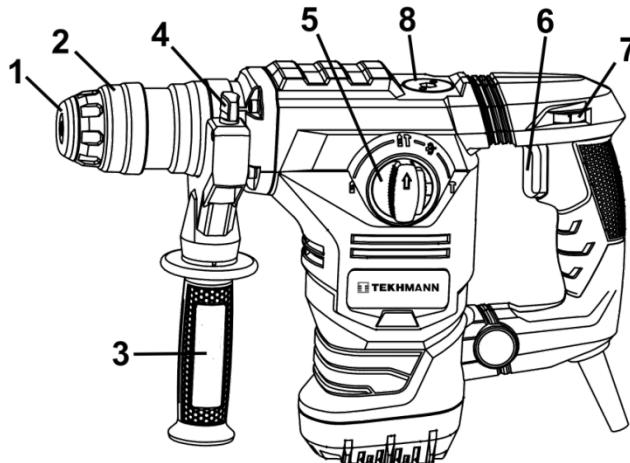

Рисунок 1
**4.1** Виберіть необхідний режим роботи виробу за допомогою перемикача (5) (див. рисунок 1, таблицю 1). При необхідності зміни кута нахилу насадки при виконанні довбальних робіт зробіть необхідні операції, які описані в пункті 3.5. При необхідності встановлення свердпильного патрона - встановить його в патрон SDS-plus через адаптер.
**4.2** Для увімкнення виробу натисніть на курок вимикача (6) (рисунок 1). Для відключення виробу курок слід відпустити.